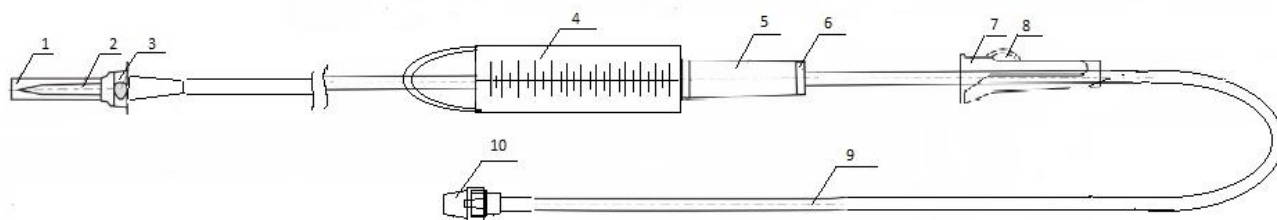

Рис. 1 – Устройство инфузионное с бюреткой:
- плотно закройте роликовый зажим 8 (см. рис. 1);